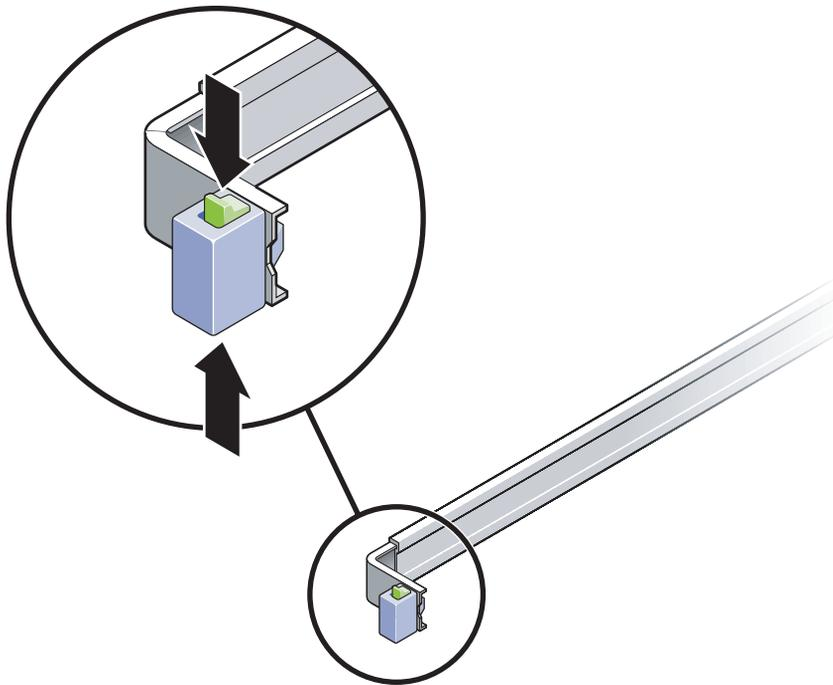

FIGURE 2-11 Débloquage de l'assemblage de rails coulissants
- a. Appuyez simultanément sur les boutons de verrouillage supérieur et inférieur du verrou du rail coulissant (FIGURE 2-11).